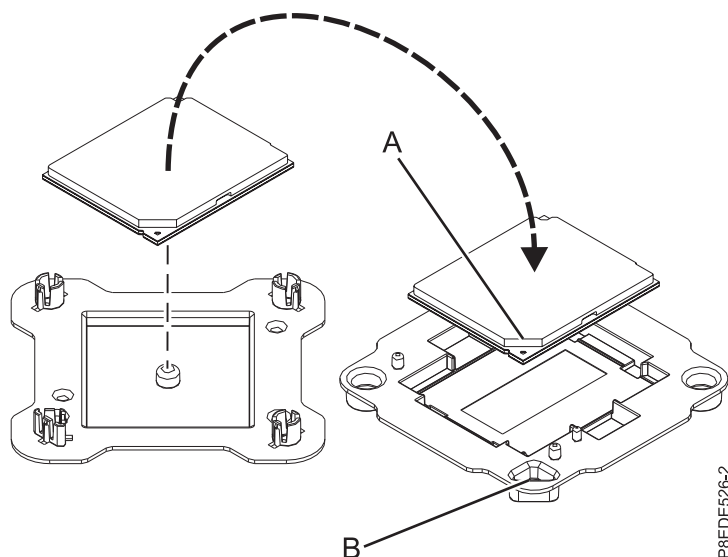

Abbildung 21. Platzieren des Systemprozessormoduls in der Verpackung
11. Greifen Sie das von Ihnen ausgetauschte Systemprozessormodul vorsichtig an den Kanten und heben Sie es aus der Verpackung. Richten Sie die abgeschrägte Ecke des Moduls (A) an der Ecke der Verpackung aus, die ein Dreieck aufweist (B), und platzieren Sie das Modul in der Verpackung, siehe Abb. 21. Schließen Sie die Verpackung.